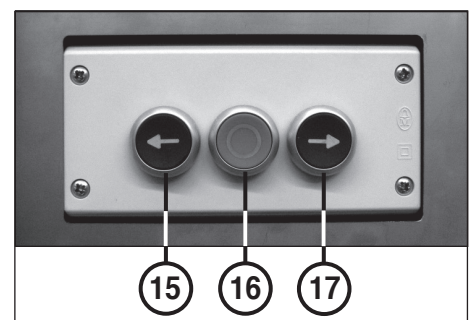

Abb. 8
15 = Drucktaster „Stempel vor“ (Verdichtungshub) (Abb. 8)
16 = Drucktaster „Stempel stopp“ bzw. „Öffnen Ausstoßklappe“ (Abb. 8)
17 = Drucktaster „Stempel zurück“ (Rückhub) (Abb. 8)
Nicht vertrauliches Material kann von Hand auch direkt dem Verdichter zugeführt werden. Fahren Sie, falls erforderlich, den Press-Stempel nach hinten in seine Ausgangsposition zurück. (Einfüllklappe schließen und Drucktaster „Stempel zurück“ (17) betätigen) (Abb. 8) und gehen dann wie folgt vor:
3. Einfüllklappe schließen und den Drucktaster „Stempel vor“ (15) betätigen (Abb. 8).